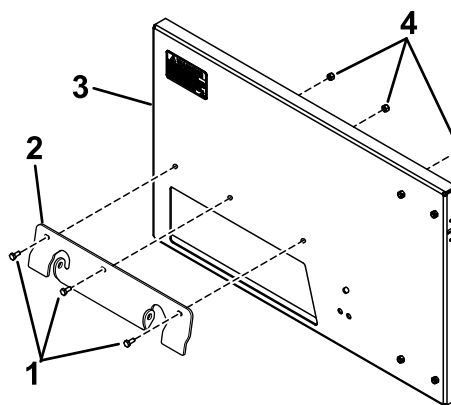

図 2
2. バックプレートに取り付けブラケットを取り付けるボルト $\frac{1}{3}$  x  $\frac{5}{8}$ "4本とロックナット $\frac{1}{3}$ "4個を使用する 図 2。